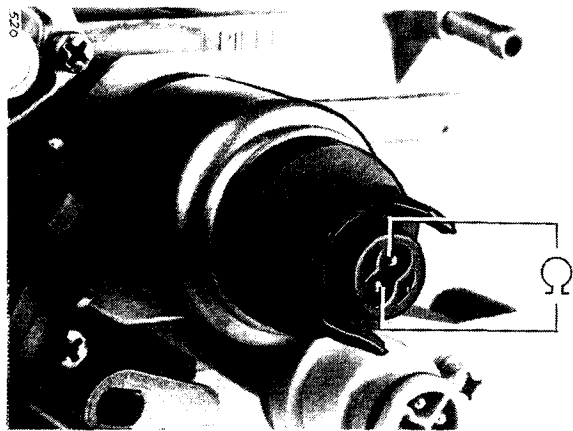

Bild 8
5. VORDROSSELSTELLER (Bild 8–11)
5.1 Widerstand (Bild 8)